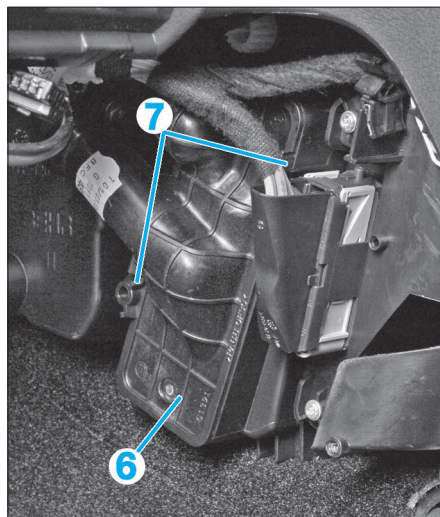

FIG. 16
- Dégager le radiateur (6) en le tirant vers la gauche tout en écartant les pattes (7) (Fig.16).